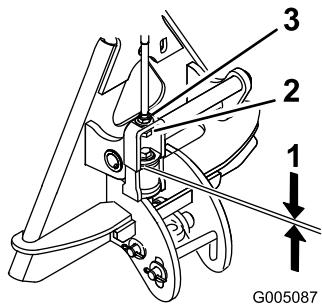

Figure 10
l'ensemble biellette pour modifier l'écartement (Figure 10).
1. Après avoir monté et fixé le tapis traînant au groupe de déplacement, mesurez l'espace entre la rondelle supérieure et l'entretoise dans la bielette sur l'adaptateur d'accessoire, comme montré à la Figure 10.
La rondelle et l'épaulement ne doivent pas être espacés de plus de 1,5 à 2 mm ; voir Figure 10.